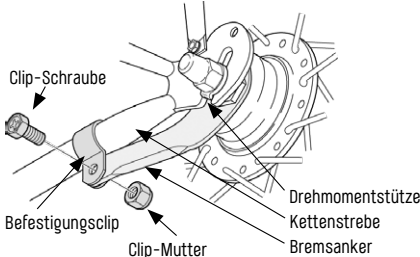

Abb. 3/21 Bremsanker Quelle Shimano
- Rücktrittsbremsen verfügen über einen Bremsanker („Abb. 3/ Bremsanker Quelle Shimano“ auf Seite 21), welcher sich an der Kettenstrebe des Rahmens abstützt. Dieser muss für eine korrekte Funktionsweise fest anhand eines Befestigungsclips, oder direkt an der Kettenstrebe, montiert sein.